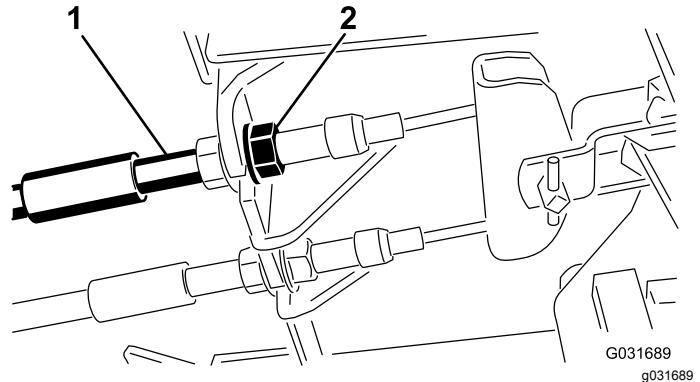

Figure 85
1. Pour réduire la garde aux pédales de frein, serrez les freins en desserrant l'écrou avant sur l'extrémité filetée du câble de frein (Figure 85).